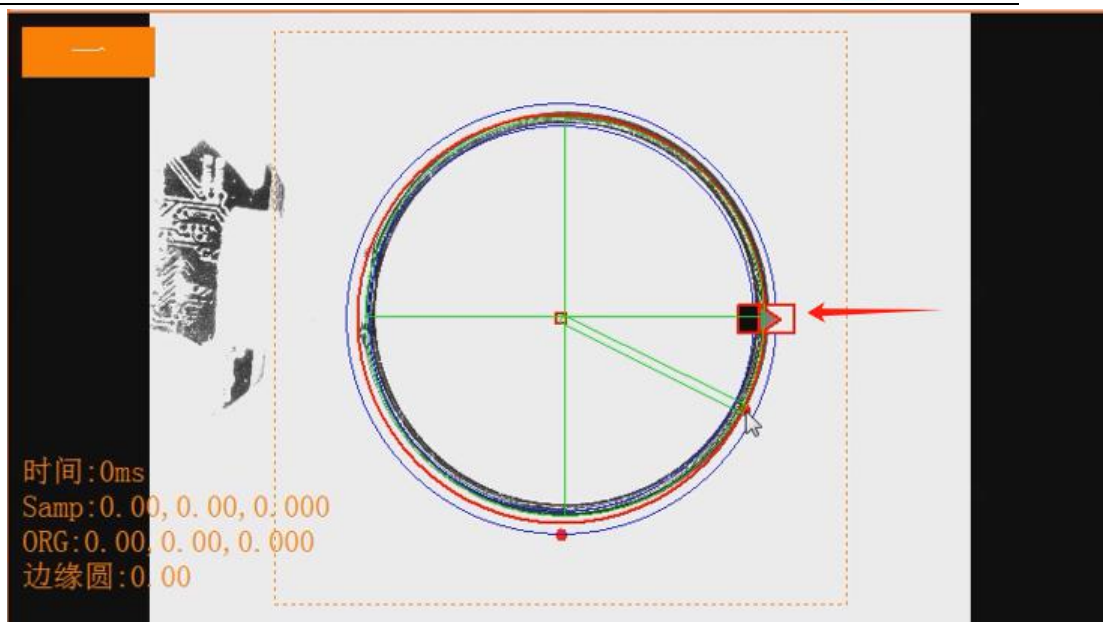

图 2-12
- a. **圆形:** 选择“圆形”工具（弹出如下图 2-12 所示）->调整好色框的位置以及大小刚好套住靶标 Mark, 再调整绿色框的大小设置搜索范围大小->红色箭头所指位置: 有个红色框, 灰色箭头从右往左表示: 从右往左的搜索方向, 如下图从右往左是白色到黑色的过度边, 因此灰色箭头的右方为白色, 左方为黑色, 即抓取靶标 Mark 的最外边; 反之, 鼠标左键双击红色框, 改变后灰色箭头的右方为黑色, 下方为白色。鼠标右键双击红色框, 可以改变灰色箭头的朝向)->再点击鼠标右键, 点击“学习靶标”完成靶标学习方法以及保存。